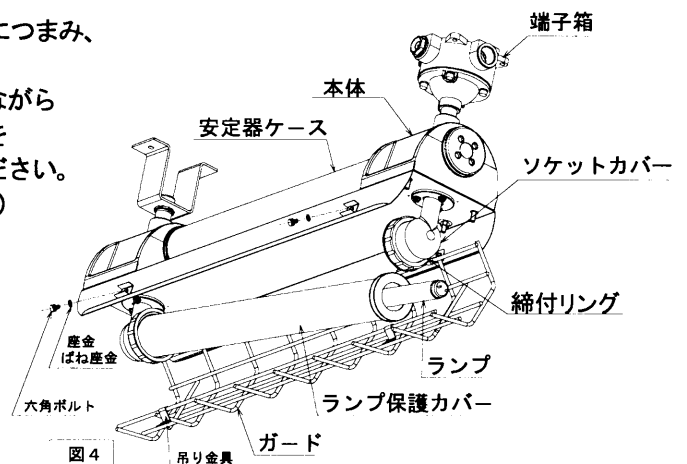

図 4
■ランプの取付けかた（交換のしかた）【図 4】
3. ガードを図 4 の様に傾斜させ、締付けリングを回し、ランプ保護カバーをソケットカバーより外してください。